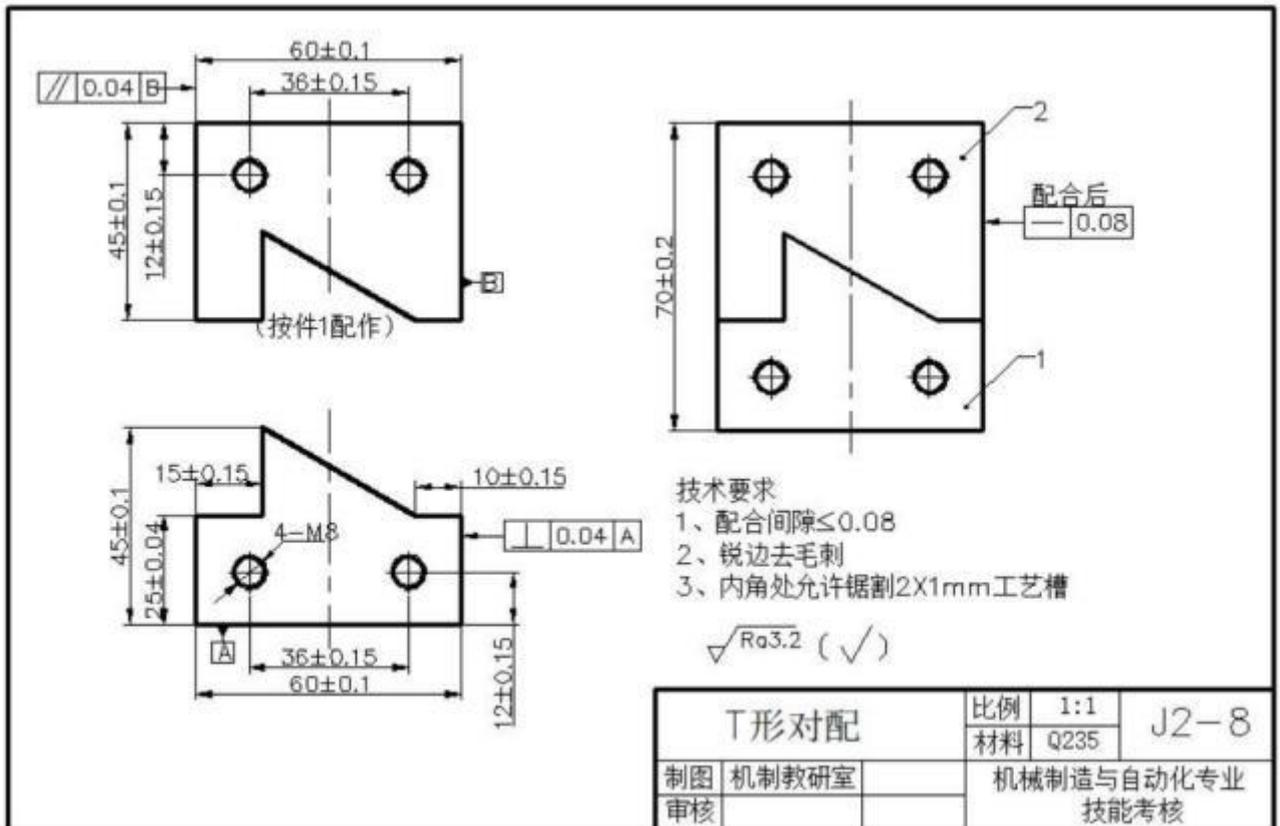

图 J2-8-1 T 型对配
- 3) 根据零件图 J2-8-1 的要求完成凸、凹零件的加工与配锉加工。去毛刺，倒棱角 C0.3, 配合面不允许倒角，不准使用专用工、夹具加工和抛光；